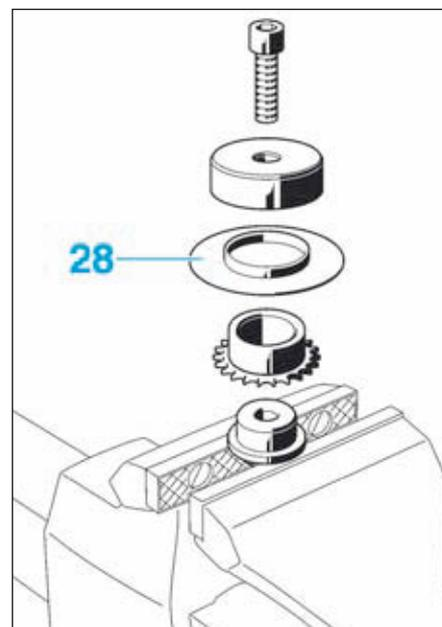

FIG.66
- Mettre en place le déflecteur d'huile (28) du pignon de pompe à huile à l'aide de l'outil [6] (Fig.66).